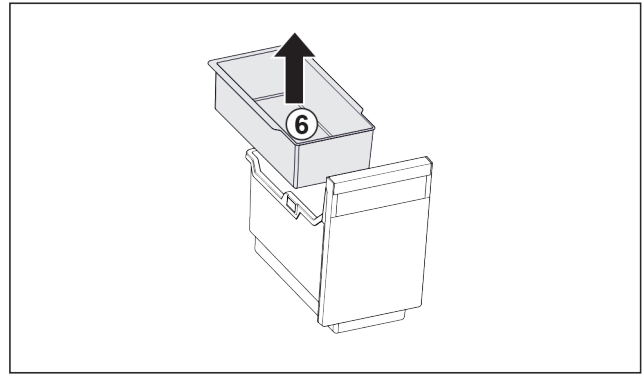

Fig. 85
- ▶ Retirer le Fig. 85 (6) balconnet pour glaçons.